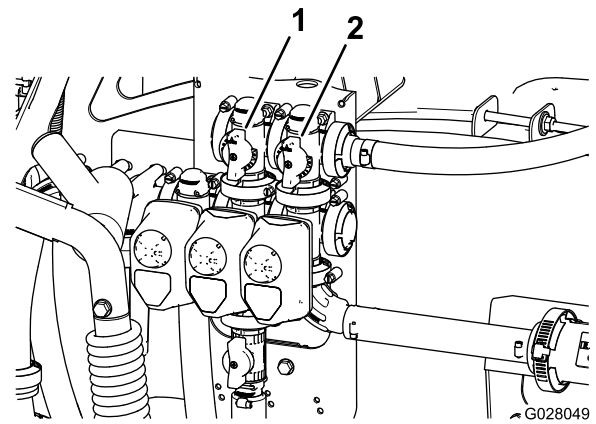

Figure 23
11. Réglez la vanne de dérivation (Figure 23) à l'arrière de la vanne d'agitation jusqu'à ce que la
9. Tournez plus ou moins la poignée de dérivation générale des sections afin de réguler l'agitation à l'intérieur de la cuve (Figure 23).